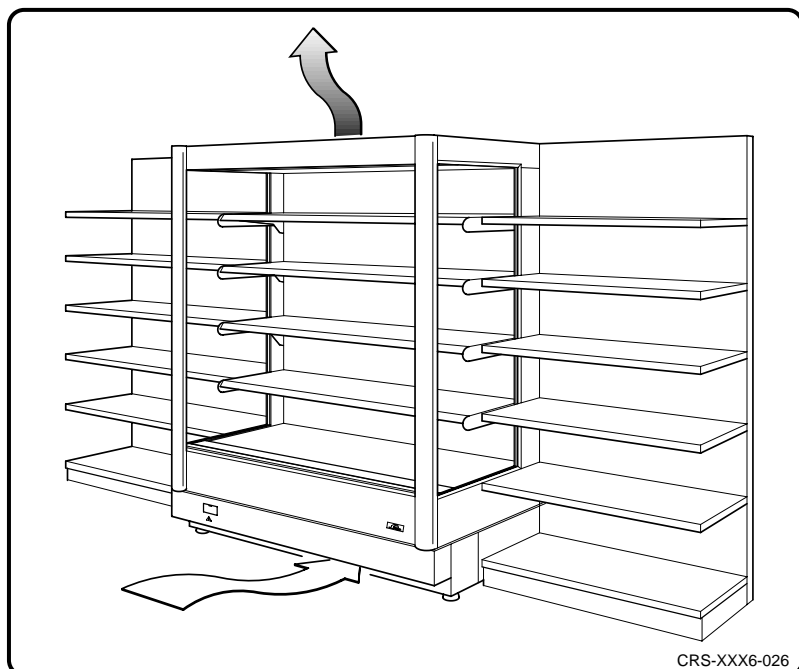

Fig. 9
- emplazamiento integrado (fig. 9)
- Instalação integrada (fig. 9)
- Ingebouwd (afb. 9)